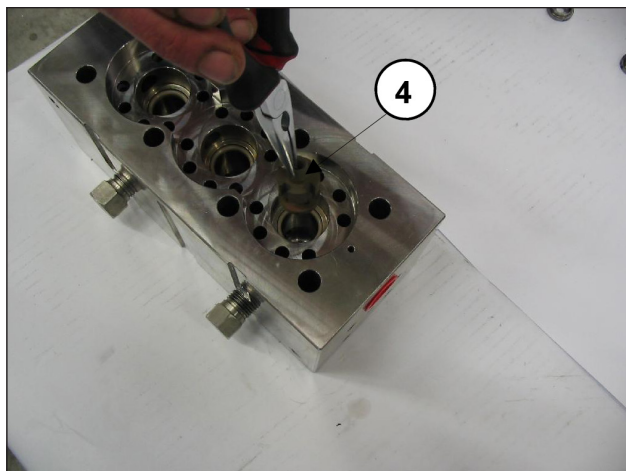
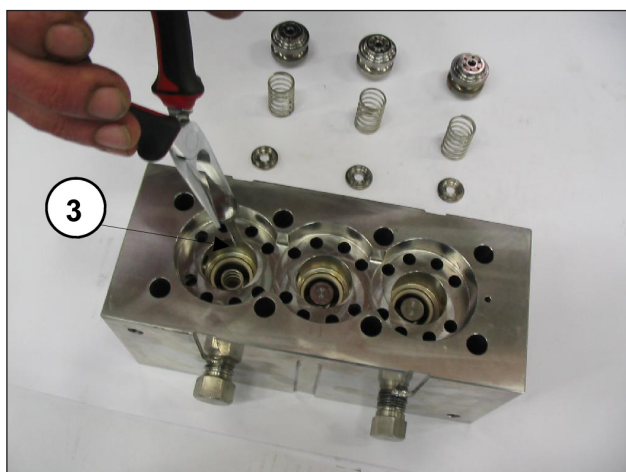

Fig. 44
Fig. 45
- Estrarre i piattelli di mandata ③ e le rispettive guide ④ con relative molle, come indicato in Fig. 44 e Fig. 45, controllare il loro stato di usura, eseguire se necessario eventuali sostituzioni, e comunque negli intervalli indicati nella tabella "MANUTENZIONE PREVENTIVA" di capitolo 11 del **Manuale uso e manutenzione**.